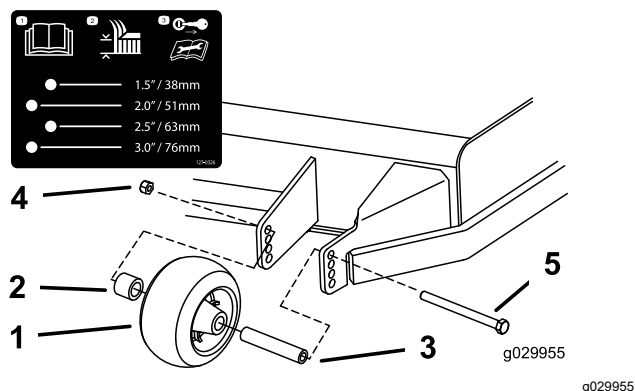
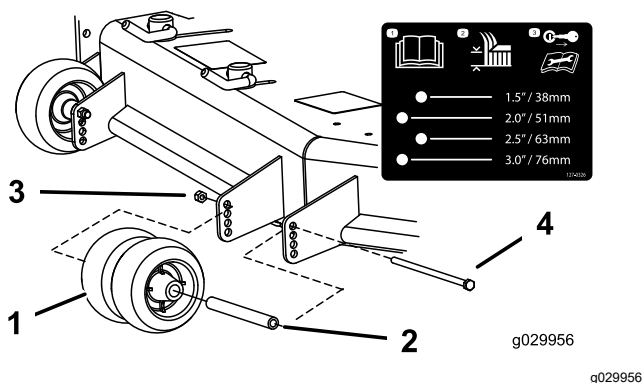
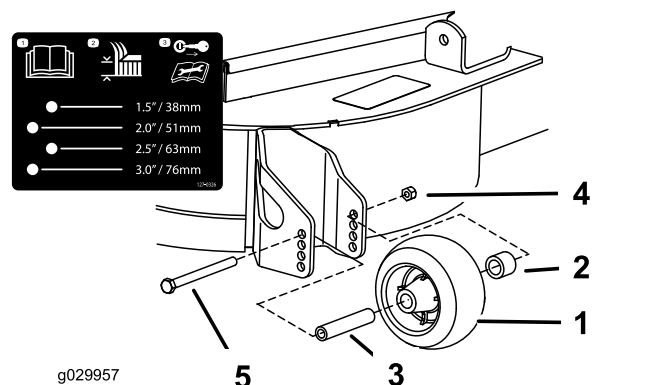

Figura 32
Figura 33
Figura 34
3. Ajuste los rodillos protectores del césped según se muestra en Figura 32, Figura 33 y Figura 34.